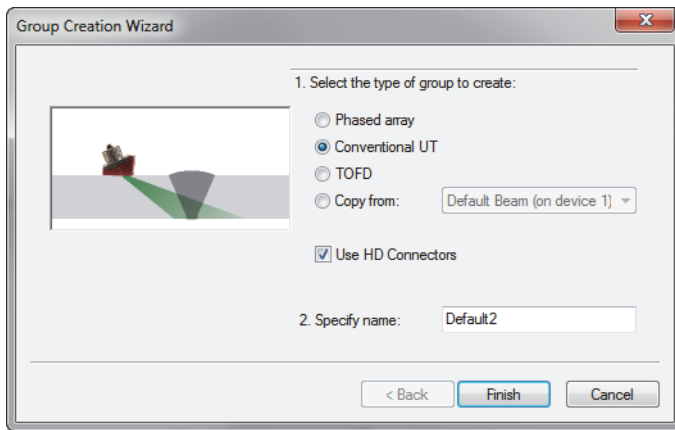

図 4-13 [Group Creation Wizard] ダイアログボックス（従来 UT）
2. 表示された [Group Creation Wizard] ダイアログボックスで（114 ページの図 4-13）、次の手順に従います。